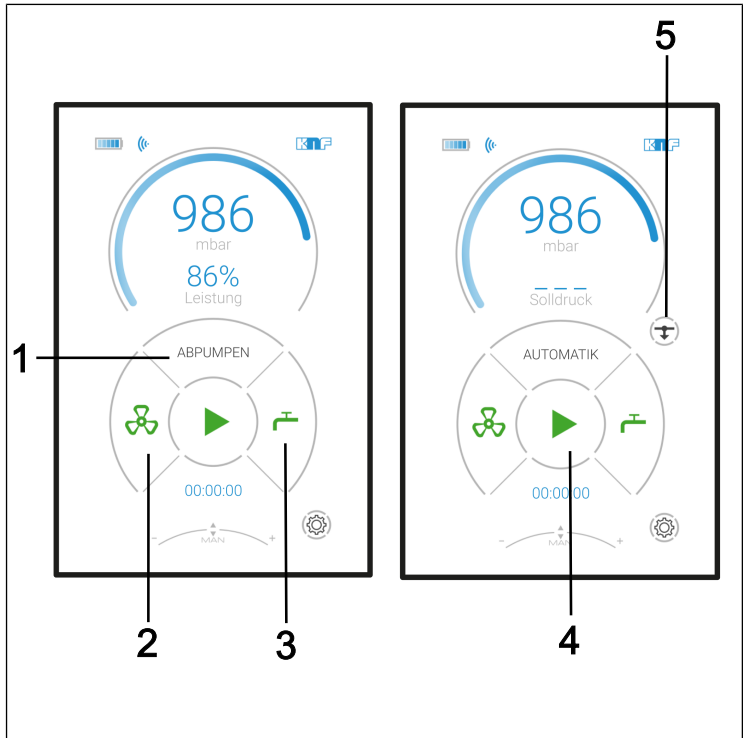

Abb.15: Menüs und Tasten am Touchscreen
- Menüs zur Auswahl des Betriebsmodus (Abb. 15/1).
- Bedientasten (Abb. 15) mit den Funktionen:
Drücken Sie die Taste *START*  (Abb. 15/4), um einen Prozess zu starten.
Drücken Sie die Taste *STOP*  (Abb. 15/4), um einen Prozess zu beenden.
Drücken Sie die Taste *AUF* , um das Belüftungsventil (Abb. 15/2) zu öffnen.
(Abb. 15/2) das Belüftungsventil wieder geschlossen werden.
Drücken Sie die Taste *AUF*  für (Abb. 15/3), um das Kühlmittelventil am Hochleistungskondensator zu öffnen.
Drücken Sie die Taste *ZU*  (Abb. 15/3), um das Kühlmittelventil am Hochleistungskondensator zu schließen.